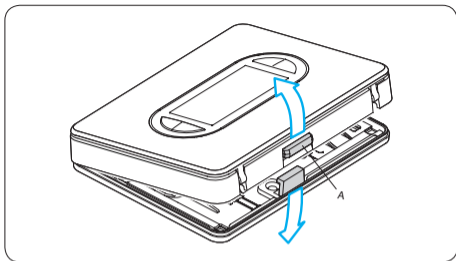

Fig. 85
23.1- Premere il pulsante **A** situato sul fondo (fig. 85) ed aprire l'apparecchio.